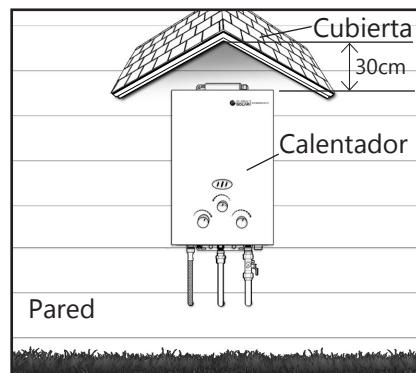

Figura 8. Instalación en interperie.
- En el caso de que el calentador sea colocado en el exterior se deberá proteger de la lluvia y corrientes de aire excesivas. Vea figura 8 debajo.